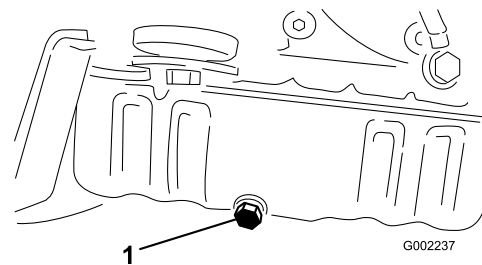

Figura 41
5. Retire o tampão de escoamento (Figura 41).